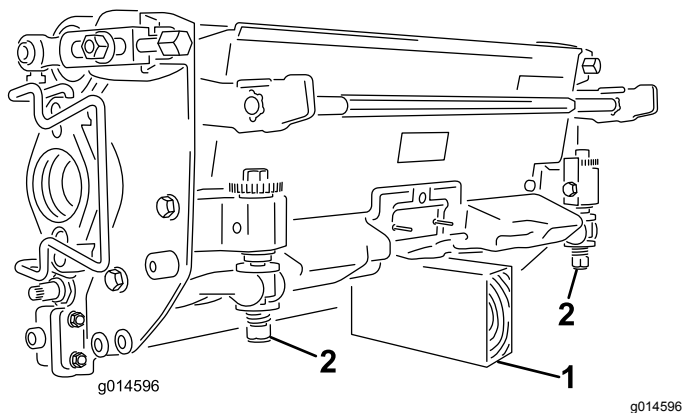

图 44
**重要事项** 当您需要翻转滚刀组时应支撑住滚刀组的后部确保底刀架调节螺丝后端的螺母不会接触工作表面图44。